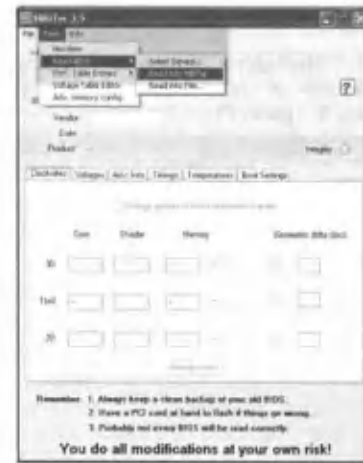

рис.4
4. Получаем данные о BIOS видеокарты через Nibitor (рис.4).